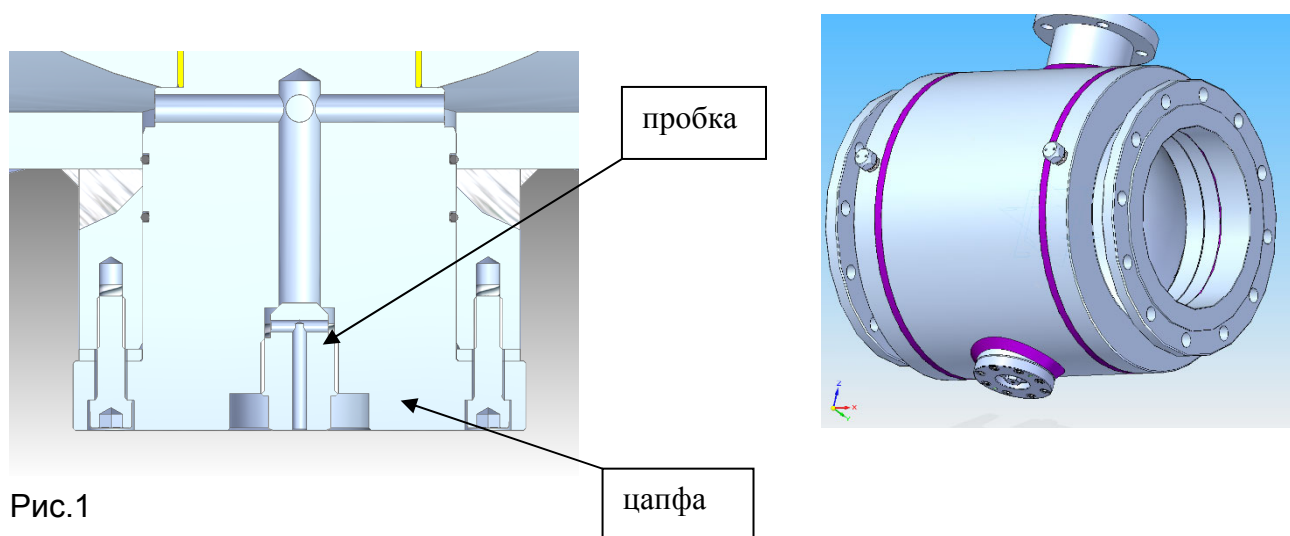

Рис.1
2. Вывинтить пробку из цапфы на 360° и спустить рабочую среду*, пока давление внутри крана не сравняется с давлением окружающей среды (рис.1).